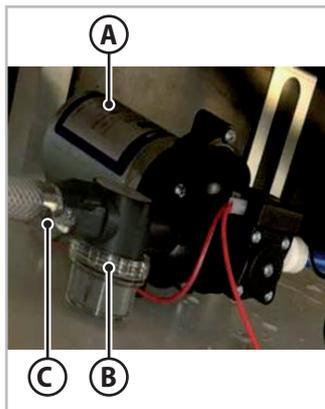

Fig. 7.1 - Filtre externe de la pompe à eau
3. Accéder à la pompe à eau (A - Fig.7.1) en enlevant les coussins du canapé de la dinette et le couvercle du compartiment du réservoir d'eau potable.
4. Dévisser le raccord en plastique (C - Fig.7.1) qui raccorde le filtre au tuyau d'évacuation.
5. Dévisser le capot transparent (B - Fig.7.1) du filtre et sortir le corps filtrant.